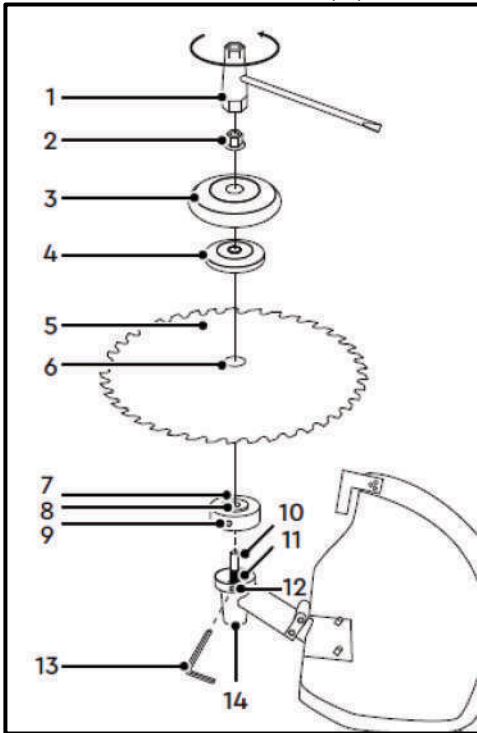

Рис. 26
Встановлення ріжучого ножа (Рис. 26):
- Встановіть на шліці (11) шпинделя (10) шліцьову привідну шайбу (7) з посадковою сходинкою.
- Встановіть ріжучий ніж (5) на шліцьову привідну шайбу (7). Посадкова сходинка (8) шліцьової привідної шайби (7) повинна увійти в посадковий отвір (6) ріжучого ножа (5).
- Встановіть на шпиндель (10) притискну шайбу (4), тарілчасту шайбу (3), фіксуючу гайку (2).
- Заблокуйте обертання шпинделя (10) та шліцьової привідної шайби (7), встановивши ключ (13) в отвір (12) нижнього редуктора (14) та в отвір (9) шліцьової привідної шайби (7).
- Затягніть ключем (1) (19 мм) фіксуючу гайку (2), обертаючи її в напрямку стрілки, як показано на Рис. 26, після чого витягніть ключ (13).
Зняття ріжучого ножа (Рис. 26):